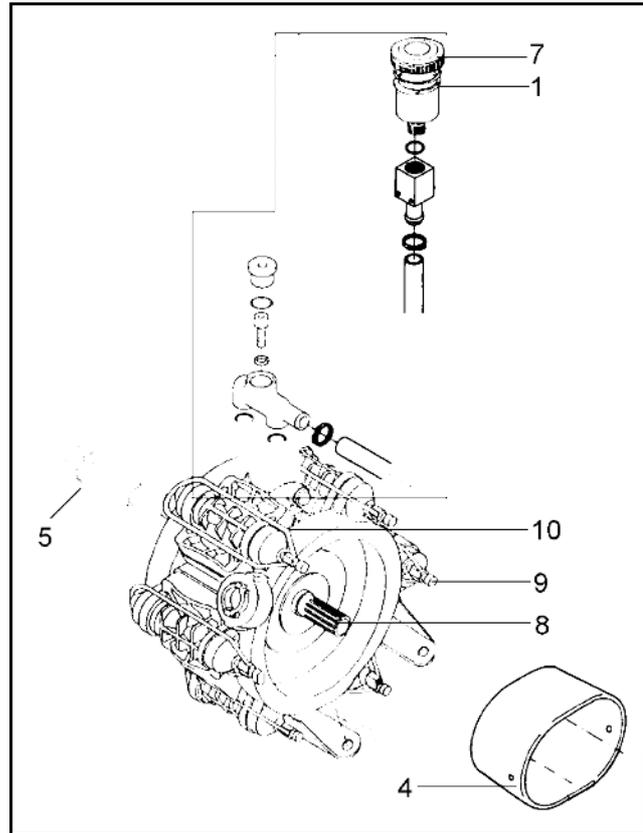

Fig. 9.1
- Apretar los tornillos (Fig. 9.1/9), en forma cruzada con un par de apriete de **11 Nm**.